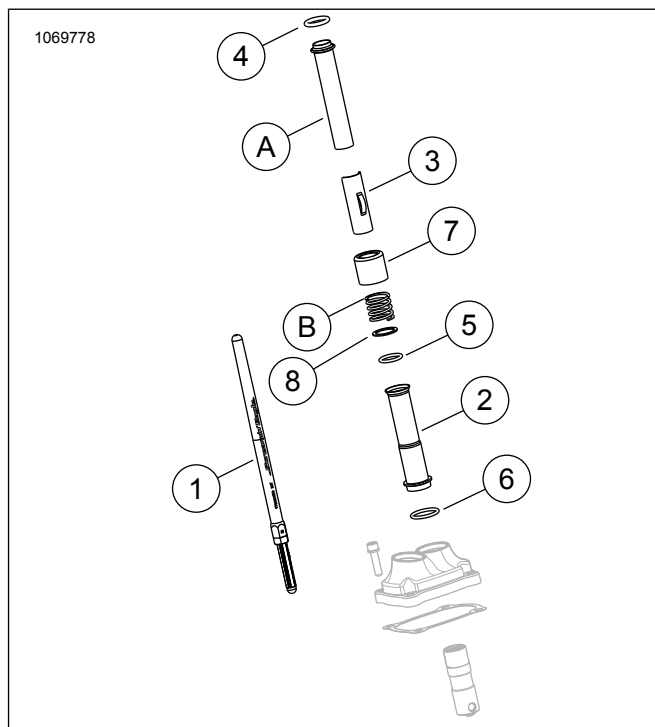
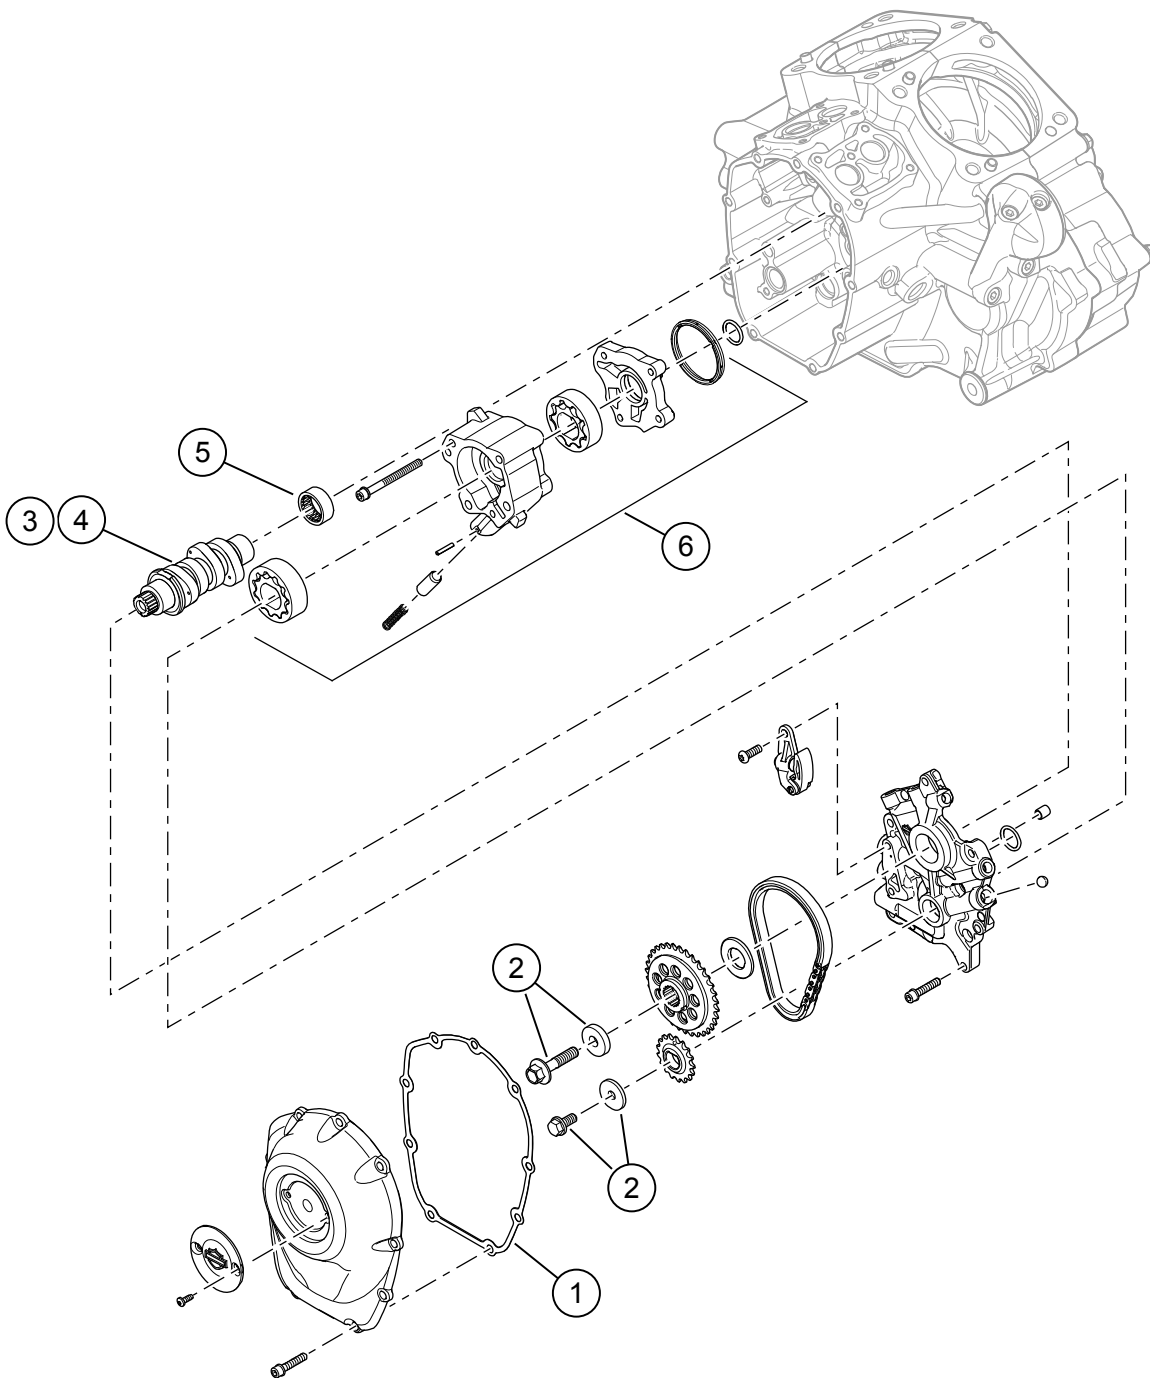

Figura 3. Componente de service
Figura 4. Componente de service: Kit Screamin' Eagle Milwaukee-eight Stage 2
Consultați Figura 3 pentru Figura 4 și Tabelul 2 pentru Tabelul 3.
1. Figura 4 Montați pompa de ulei. Consultați secțiunea MOTORUL din manualul de service.